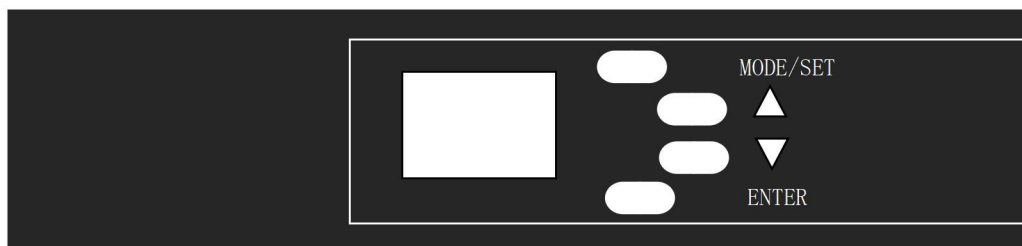

图 6-1
6.2. FTC10 调高器按键示意图及按键功能说明，如图 6-1